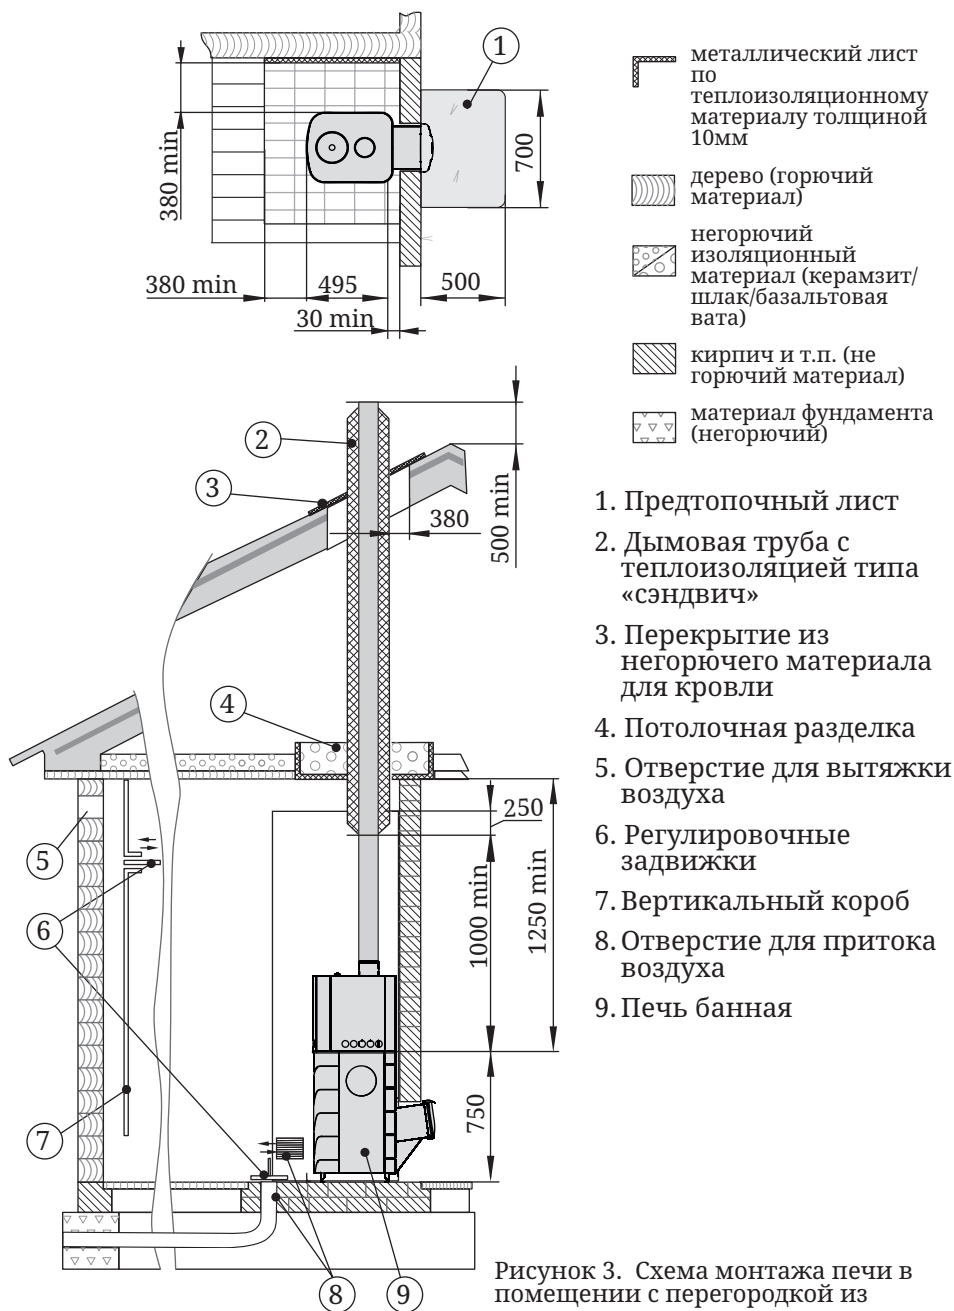

Рисунок 3. Схема монтажа печи в помещении с перегородкой из негорючего материала
- пол из горючих и трудногорючих материалов перед дверцей топки — металлическим листом размером 700×500 мм (рисунок 3);
Для обеспечения надежного воздухообмена в парилке рекомендуется организовать приточно-вытяжную вентиляцию (см. рисунок 3).